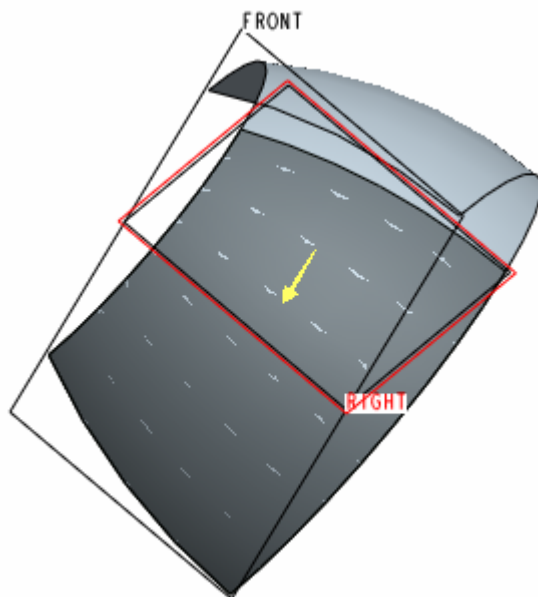

图 36-8
- (1) 选中步骤 2 建立的曲面，单击特征工具栏中的 ，打开曲面修剪特征操控板。
- (2) 如图 36-8 所示，选择用 RIGHT 基准面修剪对象。